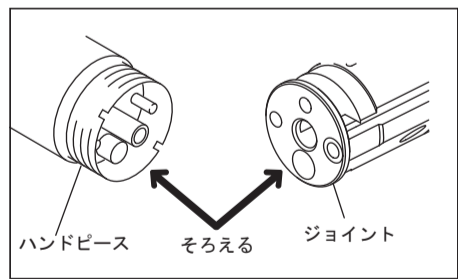

図14
- 3) ハンドピースへ、ジョイントを取り付けます。このとき、ハンドピースのパイプ類とジョイントの穴をあわせ、しっかりと差し込んでください。(図14)